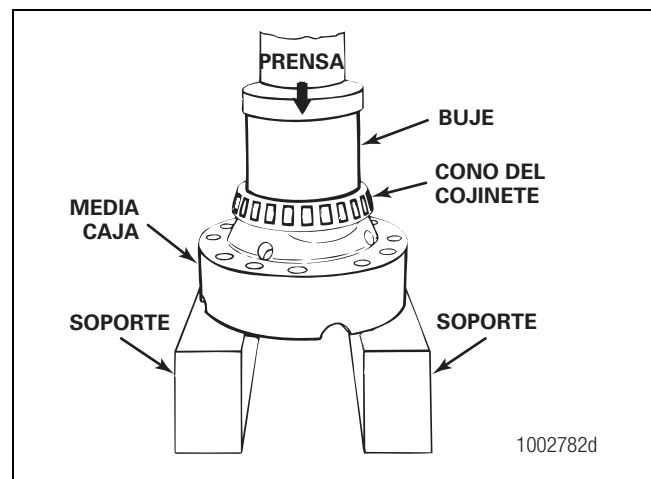

Figura 5.21
- Use una prensa y un buje del tamaño correcto para montar los conos del cojinete sobre ambas mitades de la caja. Figura 5.21.